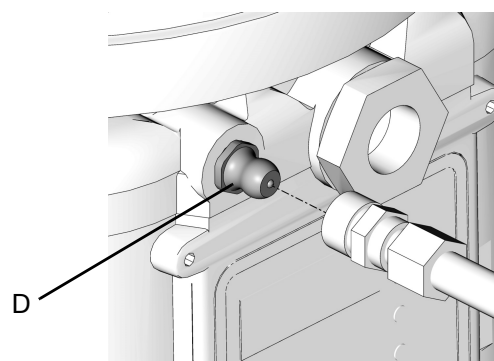

FIG. 22
- Toujours nettoyer le raccord d'entrée (D) (FIG. 22) avec un chiffon propre et sec avant de remplir le réservoir. La poussière et/ou des débris peuvent endommager la pompe et/ou le système de lubrification.